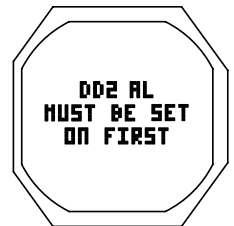

Fig. 133B - MENSAJE DE AJUSTE
**\*\* Si se accede a esta pantalla cuando la DD2 está desactivada (Off), se mostrará un mensaje (Fig. 133B) durante 5 segundos, luego la operación volverá al menú del modo FREE.**